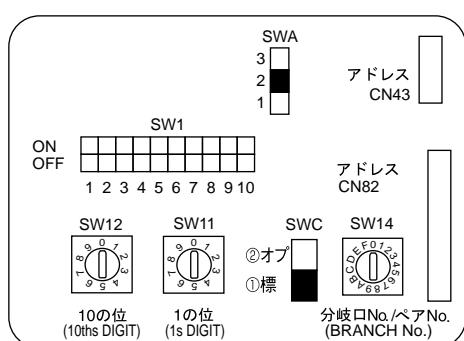

Fig. 6-4
6.5. Configuration des adresses (Fig. 6-4)
6.6. Réglage des interrupteurs pour différentes hauteurs de plafond (Fig.6-4)
6.7. Détection de la température ambiante à l'aide du capteur intégré de la commande à distance (Fig.6-4)